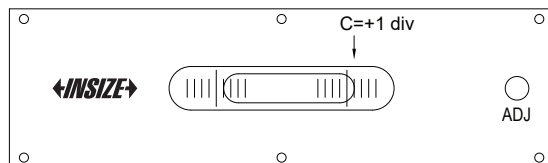

Fig.7
- Depois que a bolha parar de se mover, leia C na escala (Fig.7).